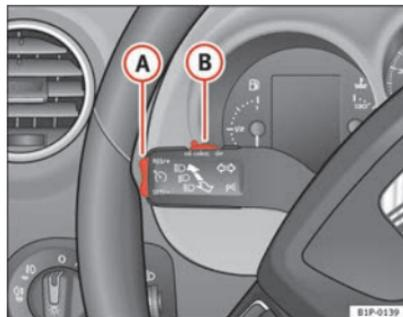

Fig. 132 Leva degli indicatori di direzione e degli abbaglianti: interruttore e tasto di comando del regolatore di velocità
- Spostare verso sinistra l'interruttore ⇒ fig. 132 **B**, posizionandolo su **ON**.